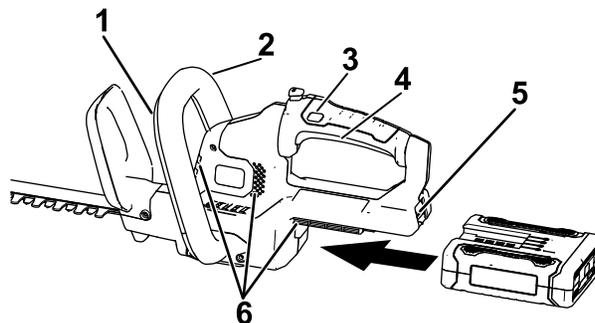

Figure 4
3. Alignez le creux de la batterie sur la languette dans le corps de la poignée, saisissez la poignée et poussez la batterie dans la poignée jusqu'à ce que le verrou s'enclenche en position (Figure 4).
4. Placez une main sur la poignée d'actionnement. Placez l'autre main sur la poignée auxiliaire (Figure 4).
actionnant le commutateur de poignée auxiliaire pour mettre le taille-haie en marche (Figure 4).
Le taille-haie reste en marche tant que le commutateur de poignée auxiliaire est actionné et que la gâchette est appuyée. Vous pouvez relâcher le commutateur de verrouillage lorsque le taille-haie a démarré. Figure 4
1. Relâchez la poignée d'actionnement ou le commutateur de poignée auxiliaire (Figure 4).